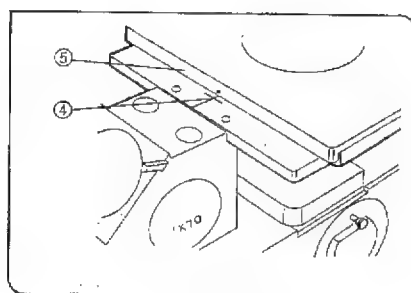

図 19
- 3) ステージの中心合わせ指標線④と上ステージ端面⑤を合わせます。(図19)